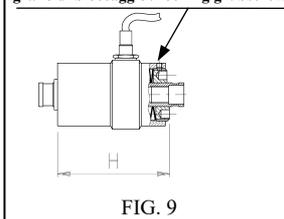

FIG. 9
- Bloccare la ghiera di regolazione radialmente con l'apposita vite (FIG. 9).
- Tighten the registration nut radially by relative screw (FIG.9).